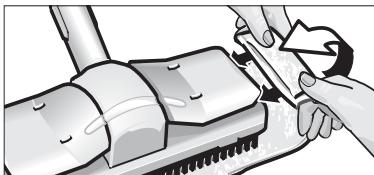

Fig. 11: Colocación del paño en la boquilla
- Fije el paño de limpieza (H3) a la boquilla barredora de suelos (H1). Pliegue el paño a lo largo y coloque la boquilla barredora de suelos encima. Sujete el paño a la boquilla, enganchando los extremos que sobresalen debajo de las pinzas de sujeción (H2) (véase la fig.11).